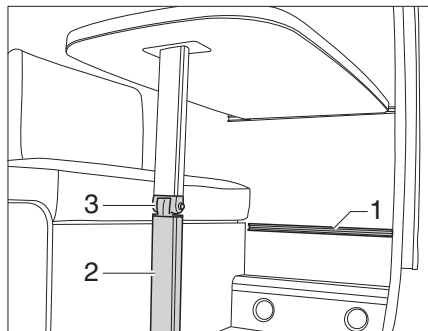

Bild 32 Hängetisch mit Gelenkstützfuß
- Den Tischfuß (Bild 32,2) am Gelenk entriegeln und einklappen.
- Den Hängetisch in die untere Einhängeschiene (Bild 32,1) einhängen und auf dem Tischfußgelenk (Bild 32,3) abstellen.